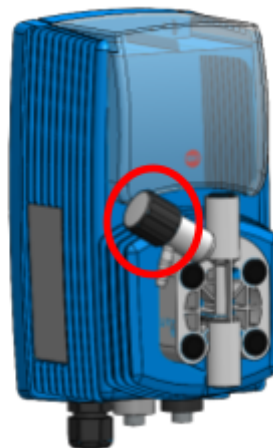

Abbildung 49.
- Entlüften: Drehen Sie den Entlüftungsknopf (siehe Abbildung 49) am Pumpenkopf auf.